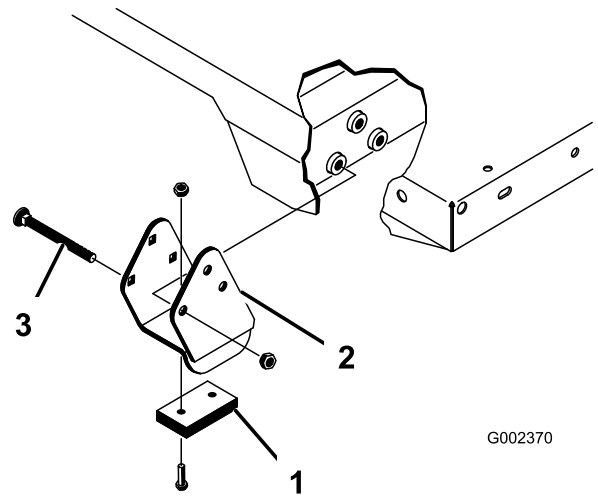

Figura 24
Certifique-se de que os suportes dos espaçadores e os bloqueios contra desgaste (Figura 24) foram instalados na cabeça das porcas no interior da máquina.
2. Coloque a plataforma com cuidado no chassi, alinhando os orifícios posteriores da placa articulada da plataforma com os orifícios do canal traseiro e coloque os 2 passadores de forquilha e pinos de sujeição (Figura 24).
4. Introduza o passador de forquilha na parte exterior da plataforma com o pino de sujeição virado para fora (Figura 24).